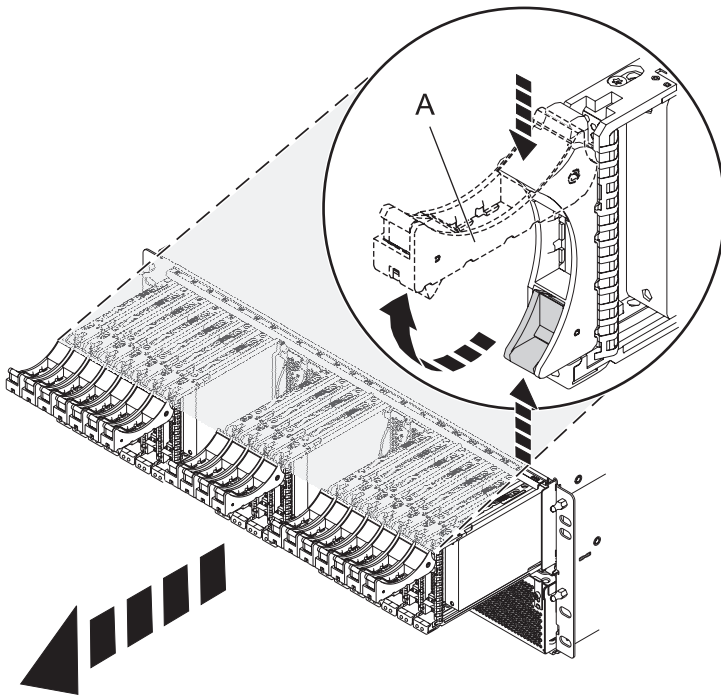

Figure 22. Retrait des unités de disque du fond de panier
6. Retirez les unités de disque et les éléments de remplissage, comme indiqué dans la figure 22.
- a. Appuyez sur le taquet de verrouillage de l'unité de disque et tirez la poignée (A) vers vous pour libérer les unités.